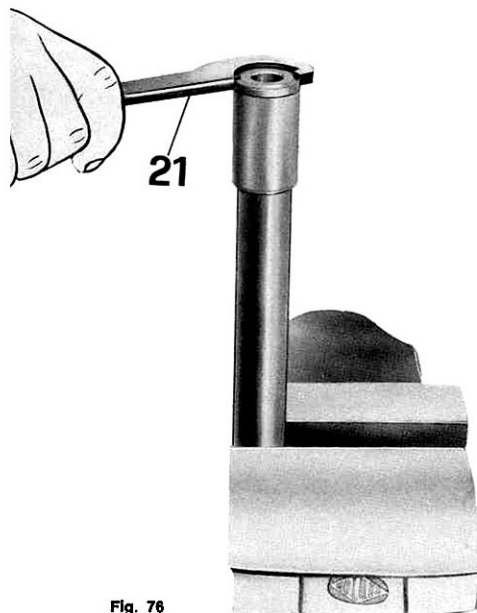

Fig. 76
- il braccio di forza e dal braccio la ghiera, la rosetta di sicurezza e la boccia inferiore a mezzo apposita chiave n. 24903125 (21 di fig. 76).
- la ghiera tenuta boccola a mezzo chiave speciale n. 24903125 (21 di fig. 76);